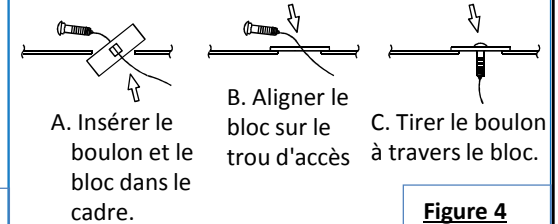

Figure 4
- Poser la visserie la plus à l'avant** – À l'aide de la méthode du fil de tirage inversé, attacher les boulons de carrosserie 7/16 po et les blocs espaceurs de ¼ po d'épaisseur (art. 2) avec le fil de tirage et tirer cette visserie en position, des deux côtés. Voir la figure 4.
**7. Poser la visserie la plus à l'avant** – À l'aide de la méthode du fil de tirage inversé, attacher les boulons de carrosserie 7/16 po et les blocs espaceurs de ¼ po d'épaisseur (art. 2) avec le fil de tirage et tirer cette visserie en position, des deux côtés. Voir la figure 4.